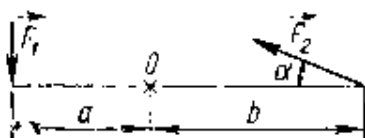

Рис. 7
3. На тело действуют две силы $F_1 = 40$ Н и $F_2 = 50$ Н, как показано на рис. 7 ($a = 0,5$ м, $b = 0,8$ м, $\alpha = 30^\circ$). Какая из сил создает больший момент относительно точки О?